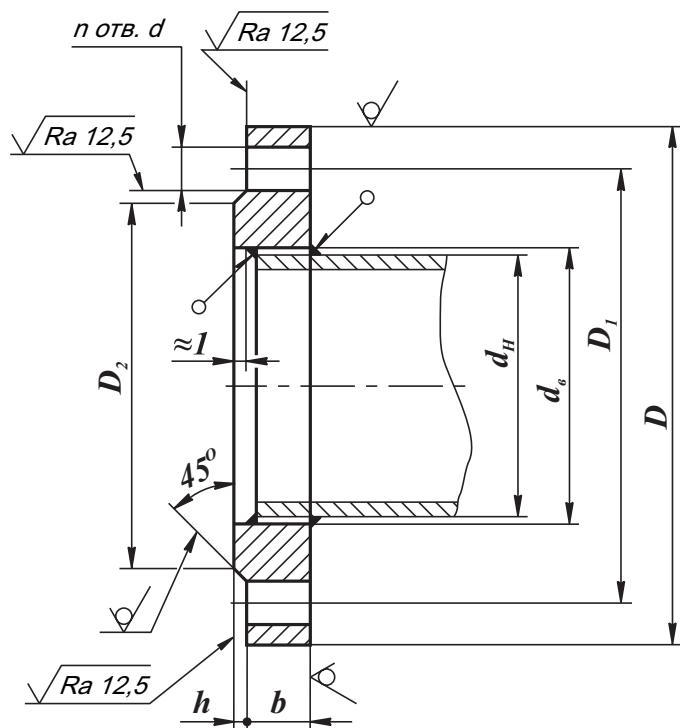

Рис. 21-1.Ответные фланцы по ГОСТ 12820-80
5. Для уплотнения фланцевого соединения корпуса фильтра с трубопроводом рекомендуется применять кольцо уплотнительное по ГОСТ 9833 или прокладку из паронита по ГОСТ 15180. Ответные фланцы - стальные приварные по ГОСТ 12820-80 (рис. 21-1)